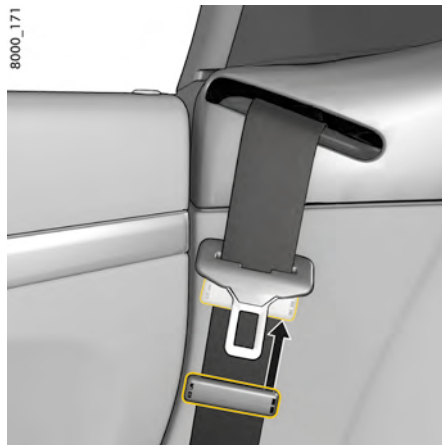

図 77: シートベルトを外す
- 3 シートベルトのバックルプレートを、シートベルト引き出し口の約7cm下にプラスチックスライドで固定してください(図. 77)。